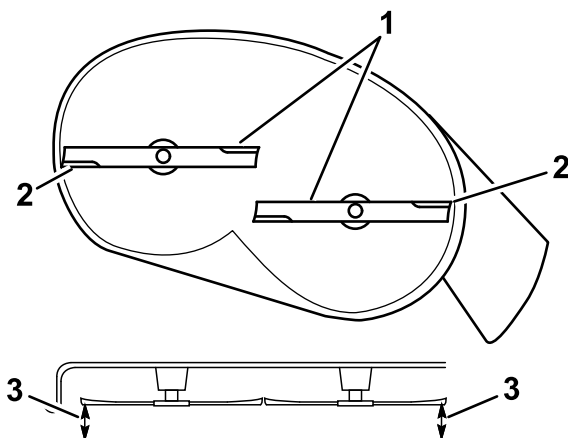

Figura 65
5. Măsurai între marginile de tăiere exterioare i suprafața plană (Figura 65).